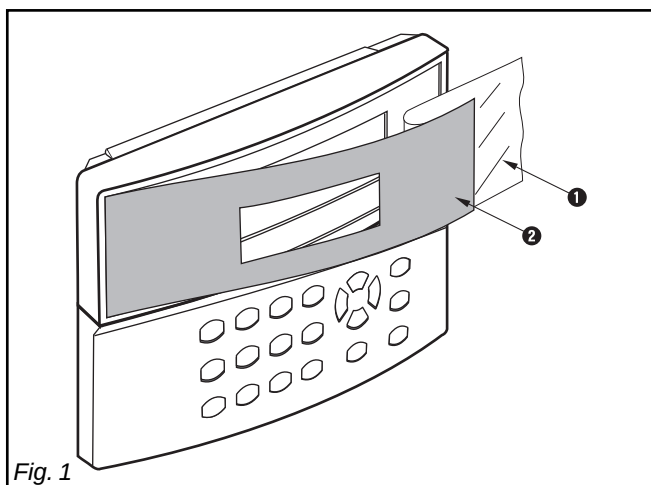
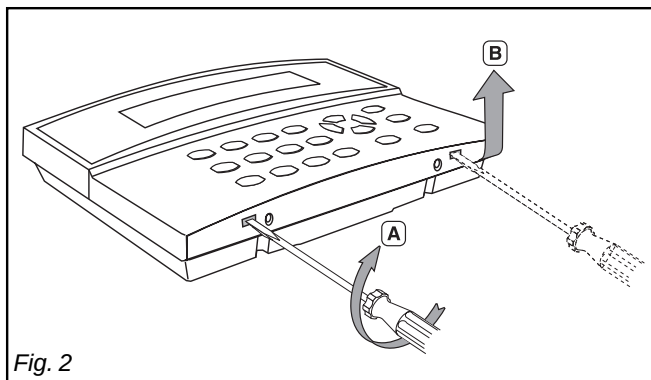

Fig. 1
Fig. 2
3.1 Mise en place de la face avant décor (fig.1)
- 1 - Décoller à moitié l'autocollant ① situé sous la face avant décor ②.
3.2 Ouverture du boîtier (fig. 2)